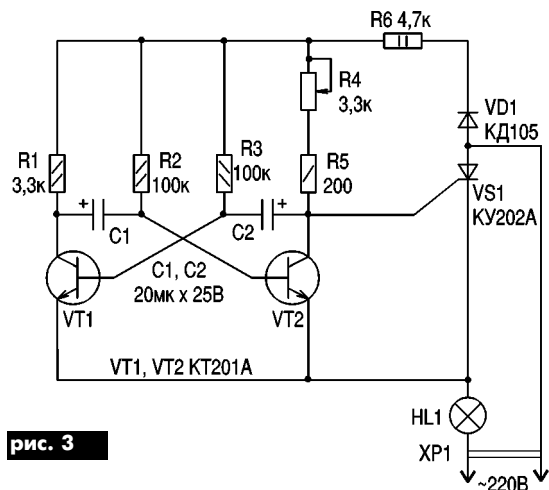

рис. 3
3. Третій тип світломузики дає стробоскопічний ефект (рис.3). Живлення усього приладу здійснюється від 220 В. HL1 блимає з частотою, яка плавно регулюється від 0 (постійне світіння) до 25 Гц (мерехтіння стає ледь помітним для ока). Зупинимося на принципі роботи схеми детальніше.
Оскільки $E_k \gg E_6$, то вона значною мірою впливатиме на щільність генерованих мультівібратором імпульсів. На рис.3 роль регулятора частоти мерехтіння виконує R4.